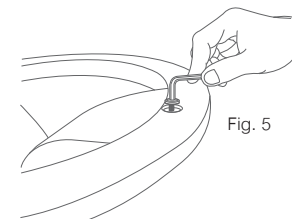

Fig. 5
STEP 5: Use hex key (M) to tighten screw M6 (L) to lock between ottoman ring (I) and ottoman up-right (G) as shown in fig. 5.
STEG 5: Stramme skruene som låser beina (G) fast til ringen (I) som vist på fig. 5.